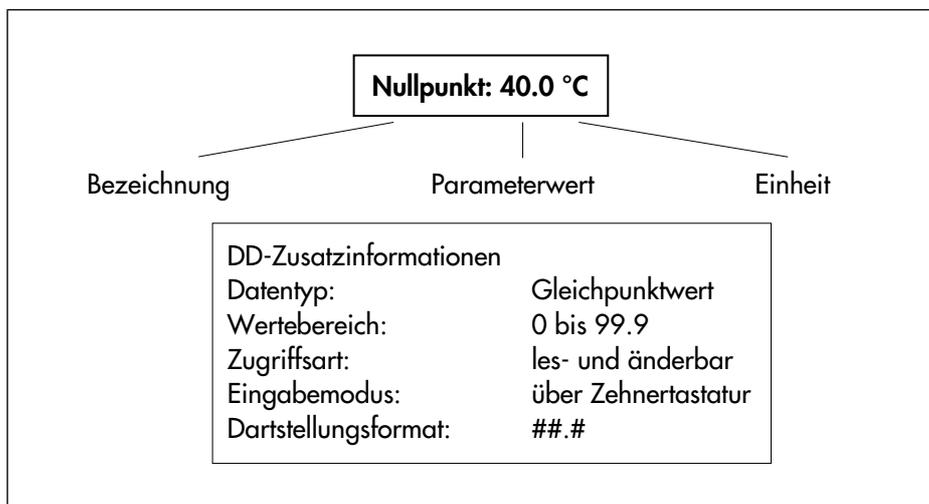

Bild 20: DDL-Zusatzinformationen
- Somit können auch gerätespezifische, herstellerdefinierte Kommandos ausgeführt werden. Dabei muss der Anwender nicht auf eine Geräte übergreifende, einheitliche Bedienoberfläche verzichten, auf der sämtliche Gerätefunktionen übersichtlich dargestellt und bedienbar sind. Das Bedienen und Beobachten eines Prozesses kann mit diesen Zusatzinformationen wesentlich übersichtlicher und exakter und damit auch sicherer ausgeführt werden (Bild 20).